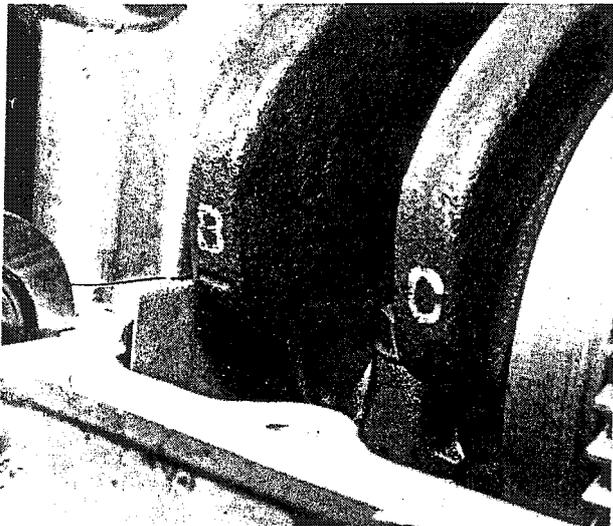

Bild 107
- Die Ausgleichsgewichte müssen genau ausgerichtet werden, damit sie ihre Aufgabe erfüllen können. Dazu müssen Markierungen an beiden Ausgleichsgewichten und an der Kurbelwelle auf das Kurbelgehäuse ausgerichtet werden. Die Kurbelwelle so ausrichten, dass die Marke «B» an der äußersten linken Kurbelwange an der Hinterseite mit der Dichtfläche des Kurbelgehäuses fluchtet (Bild 107). Die Kette über das Kettenrad des hinteren Ausgleichsgewichtes legen und die Gewichte so drehen, dass die Marke «TC» am vorderen fluchtet und die Marke «TH» am hinteren Ausgleichsgewicht ungefähr auf die Gehäusedichtfläche ausgerichtet ist (Bilder 103, 105, 106). Nun liegt die Antriebskette auch auf dem Kurbelwellenritzel auf. Die endgültige Einstellung kann erst nach dem Einbau des Hauptlagerbockes